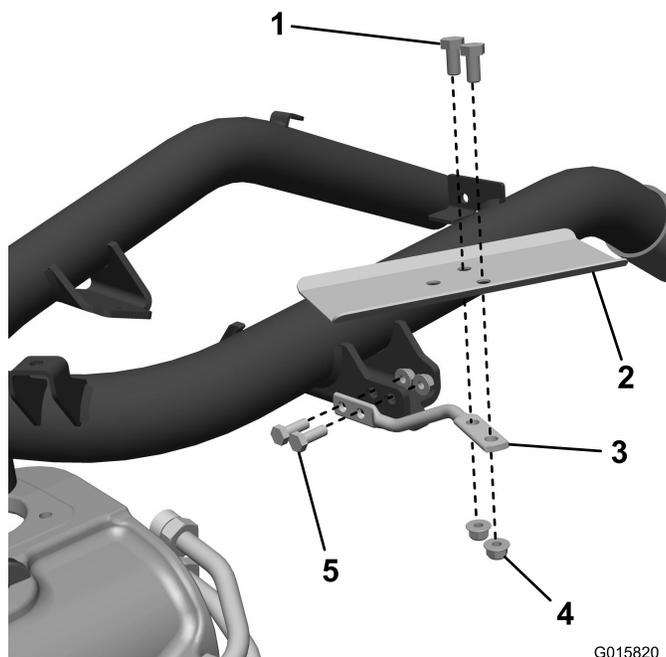

Figura 6
1. Instale a forma do fio na estrutura e prenda-o com dois parafusos (5/16 pol.) e duas porcas (Figura 6).